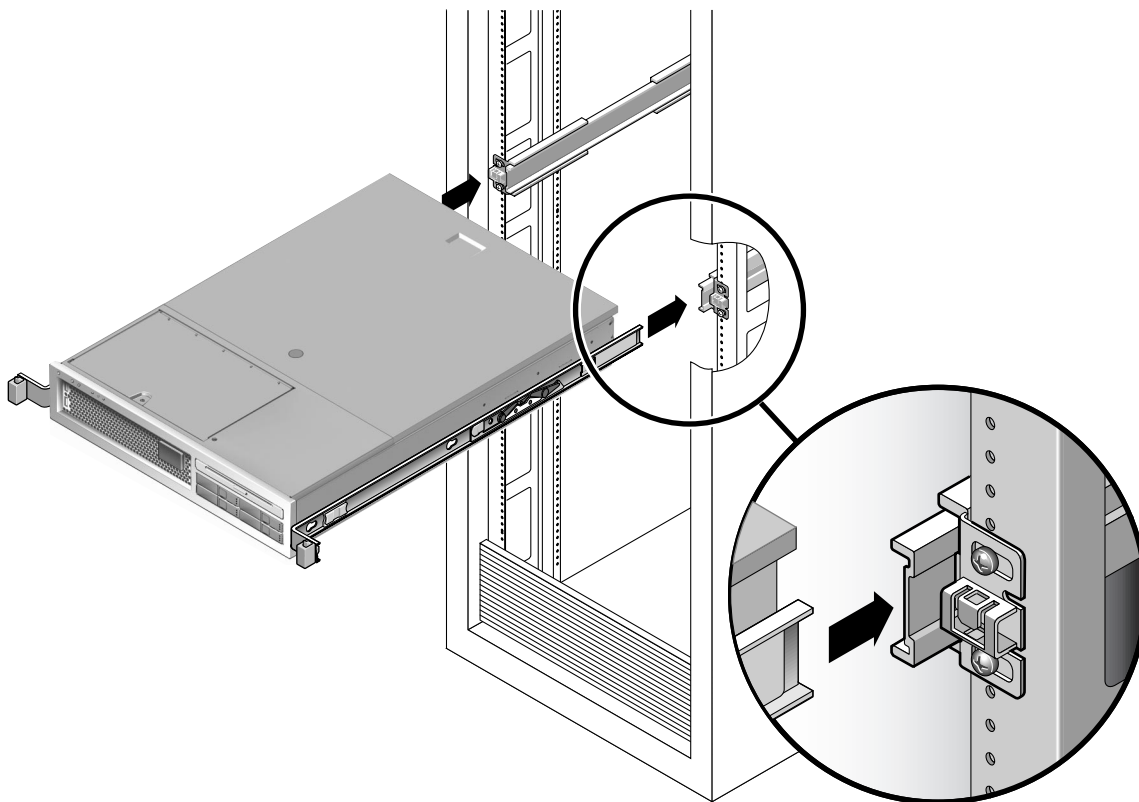

FIGURA 2-7 Montaje del chasis en las guías
10. Introduzca los extremos de los soportes de montaje en las guías (FIGURA 2-7).